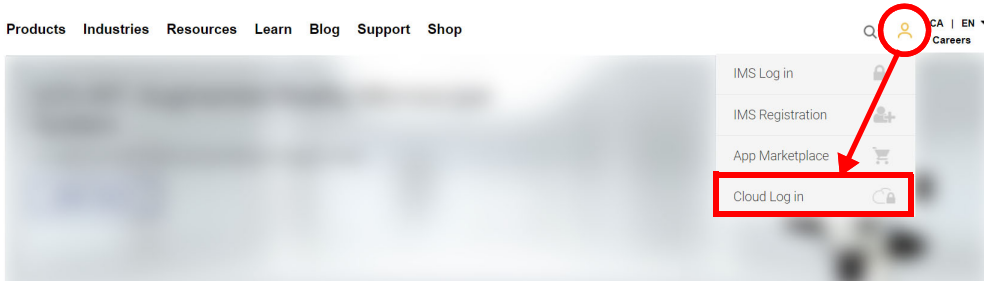

図 9-5 Cloud Log in（クラウドログイン）
- OSC の新規アカウントを作成する必要がある場合は、www.olympus-ims.com にアクセスし、**Cloud Log in**（クラウドログイン）をクリックしてアカウントを作成します（245 ページの図 9-5 を参照）。